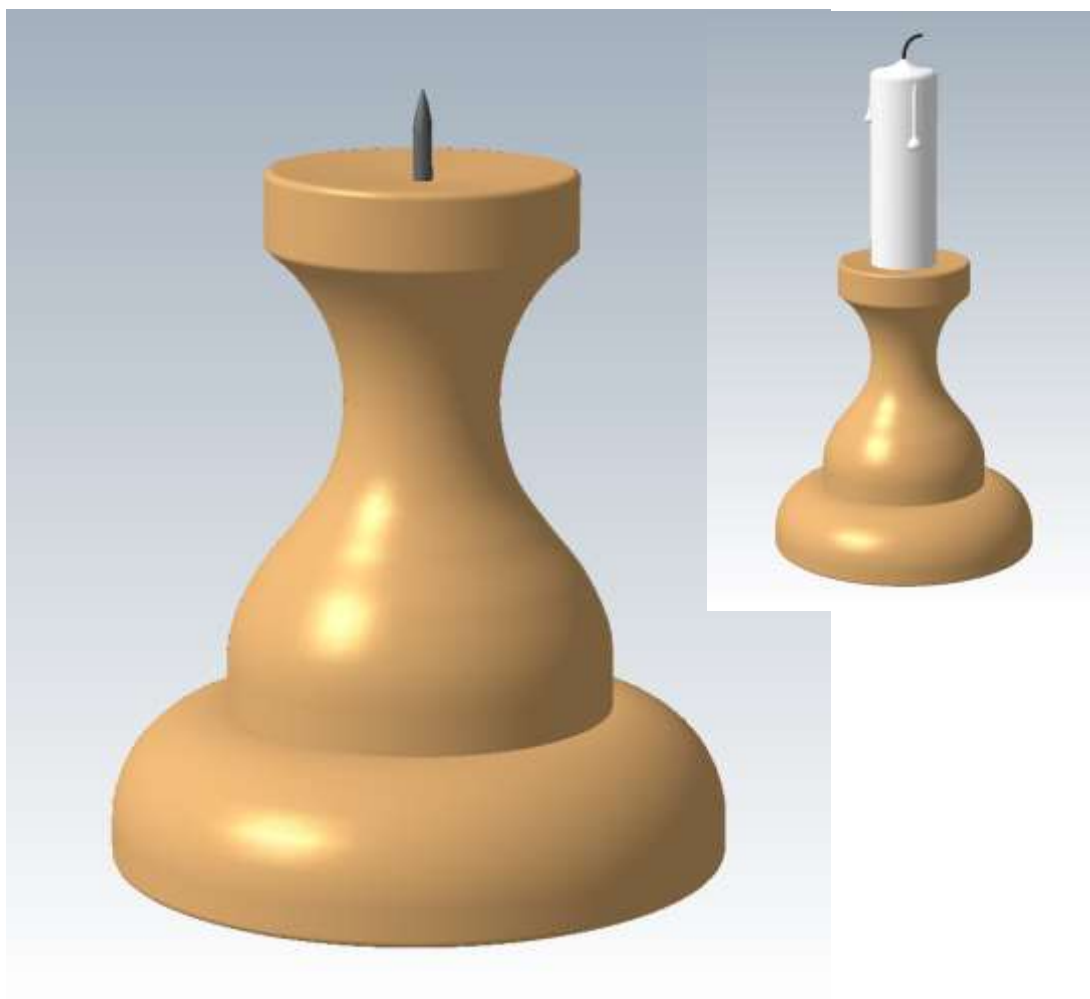

Рис. 1
1. По данному образцу (Рис. 1) разработайте технологическую карту (Таблица 1) для изготовления подсвечника;